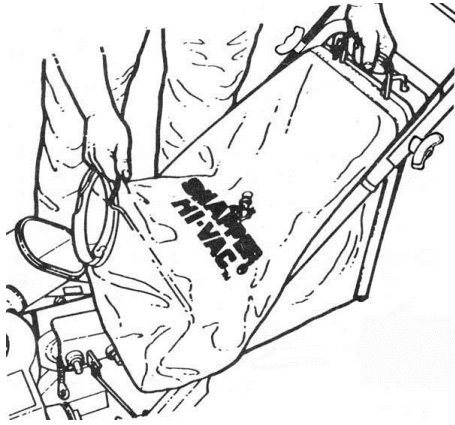

図 3-14
1. バッグの中の芝を捨てるには、コネクターを持ち上げ、後フックを後方に倒してバッグを開き、芝を捨てます。(図 3-14)